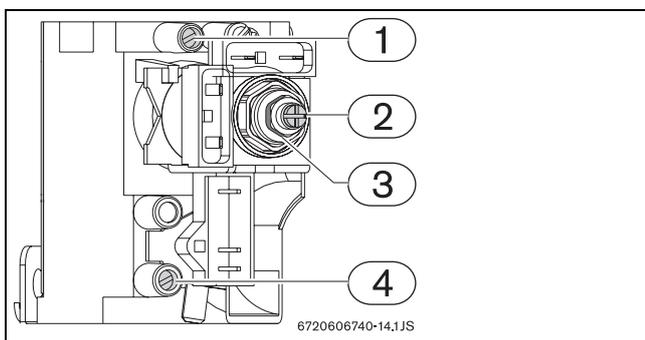

Fig. 5 Points de mesures de la pression
- ▶ En utilisant la vis de réglage (→Fig. 5, pos. 3) régler la pression jusqu'à atteindre les valeurs indiquées dans le Tableau 3.
- ▶ Appuyer sur la touche état du brûleur et, tout en la maintenant enfoncée, placer l'interrupteur principal sur la position On (1).
- ▶ En utilisant la vis de réglage (→Fig. 5, pos. 2) régler la pression jusqu'à atteindre les valeurs indiquées dans le Tableau 3.